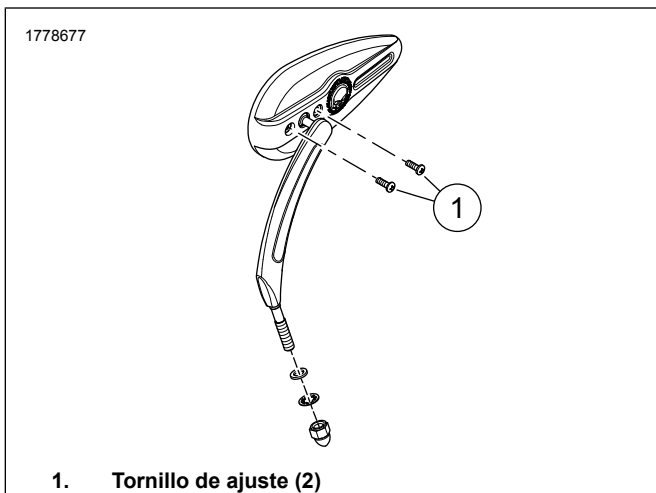

Figura 4. Tornillos de ajuste de la tensión del pivote
1. Consulte la Figura 4. Ajuste la tensión del pivote.
- a. Asegure poco a poco los tornillos de ajuste (1). Apretar.